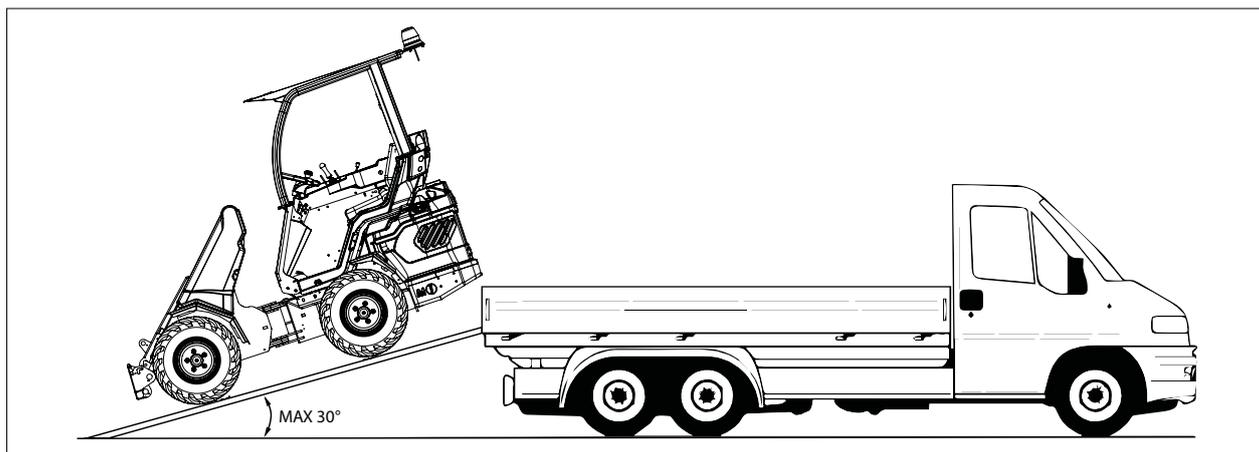

РИС. 20
- 4) Рекомендуется разместить машину на транспортный прицеп так, чтобы центр тяжести располагался ближе к передней части (часть со сцепным устройством) прицепа (см. РИС. 20).